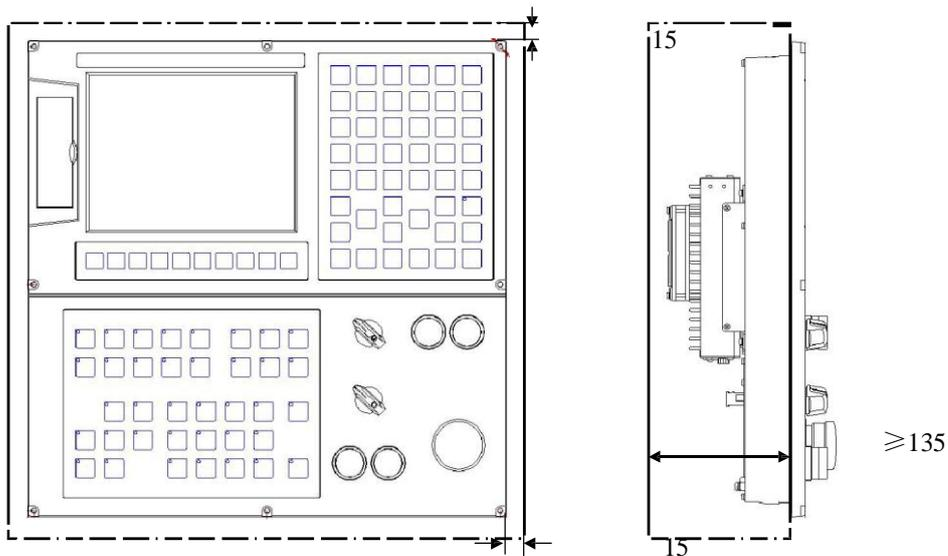

图1.2 数控装置安装示意图
- 1) 如图 1.2 所示，数控装置的电柜内空要求至少 135 毫米，以便插 接与数控装置相连的电缆；便于电柜内空气流通和散热。